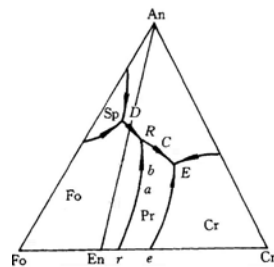

图 3
4、写出图 3 中所有四相平衡转变的反应式，并说明其反应类型。（15 分）